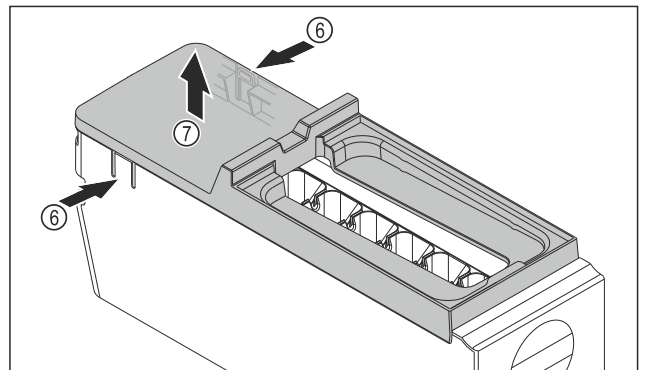

Fig. 118
- ▶ Retirer le couvercle du corps de l'EasyTwist-Ice : D'une main, pousser les languettes Fig. 118 (6) des deux côtés du corps de l'EasyTwist-Ice.
- ▶ De l'autre main, retirer le couvercle Fig. 118 (7) vers le haut.